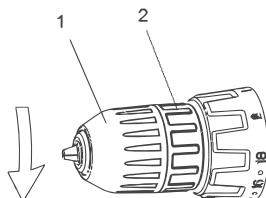

Fig. 7 – Apriete del mandril
- 5. Apriete el mandril sosteniendo la parte 2, y gire en sentido horario la parte 1, según muestra la Fig. 7;*